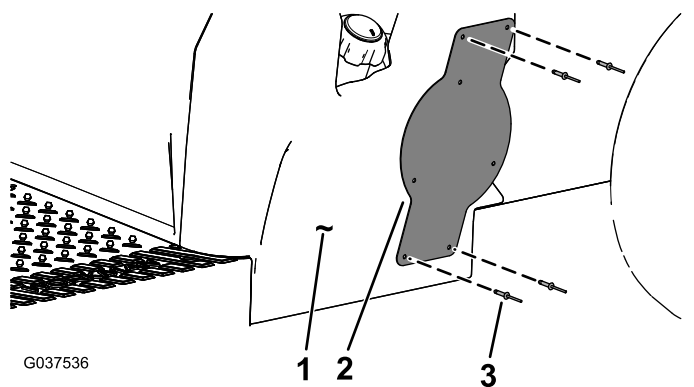

Рисунок 11
- Установите монтажный кронштейн таблички на боковой стороне основания сиденья с помощью 4 закладных заклепок (3/16 x 15/16 дюйма), как показано на рис. Рисунок 11.